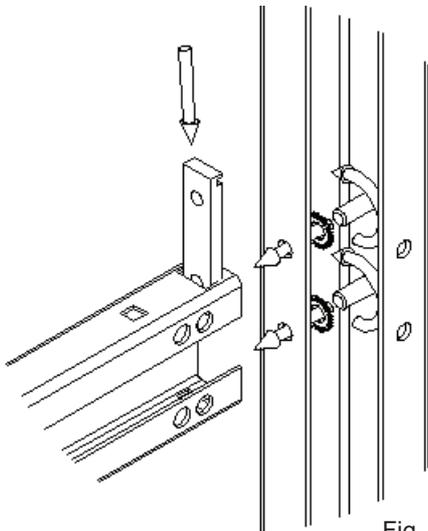

Fig. 6.3
- ✓ Allineare la traversa con la piastra sui fori presenti sul montante e stringere con le viti fornite, ricordandosi di utilizzare le rondelle dentellate antisvitamento. (Fig 6.3)